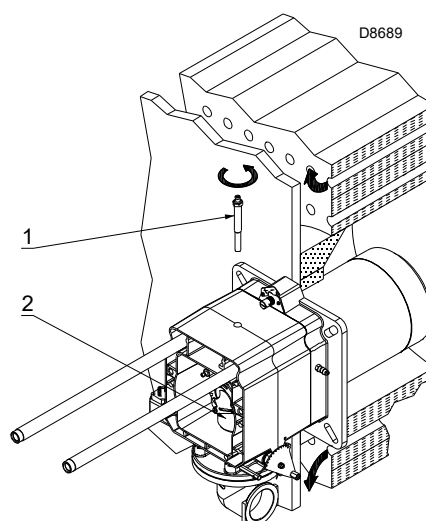

Fig. 12
- retirar o parafuso 1)(Fig. 12);
- extrair a parte interna 2)(Fig. 12) do cabeçal e realizar a sua calibragem.